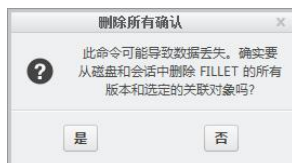

图 2-16 全部删除确认
- (3) 如果选择“删除所有版本”项，系统将显示如图 2-16 所示对话框。提示用户将在工作进程和磁盘上将有关该模型的所有文件删除。